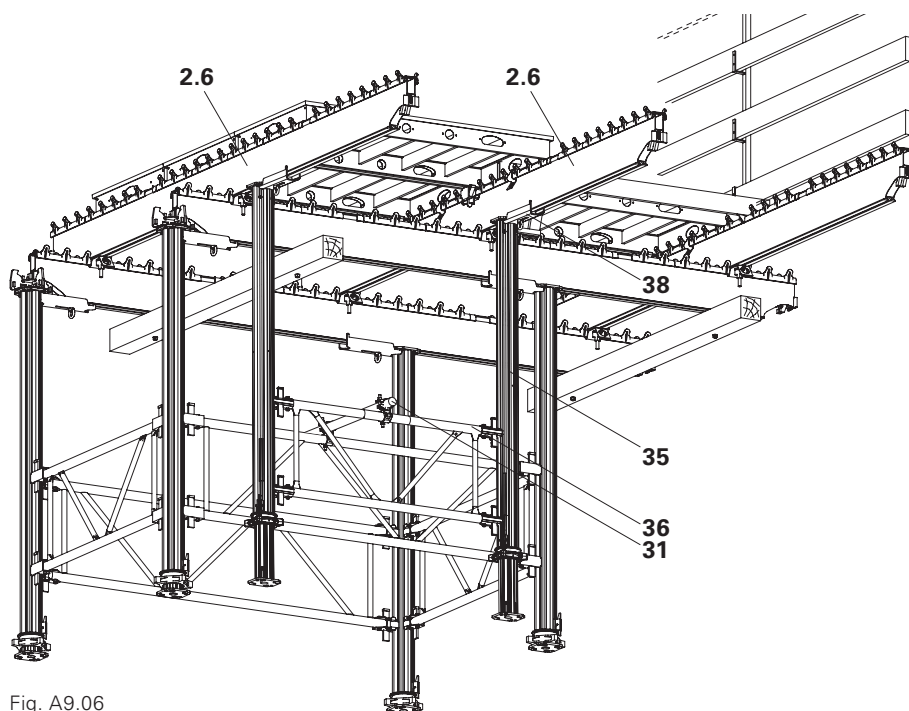

Fig. A9.06
2. Fissare 2 puntelli MULTIPROP MP (35) a 1,50 m dall'estremità sporgente della trave con connettori STV (38).
3. Controventare i puntelli MULTIPROP MP con il telaio MULTIPROP MRK 150 (36).
4. Collegare il telaio MRK 150 al telaio MRK 225 (36.1) con almeno 1 tubo L = 2,25 m (31) e 3 giunti. (Fig. A9.06)